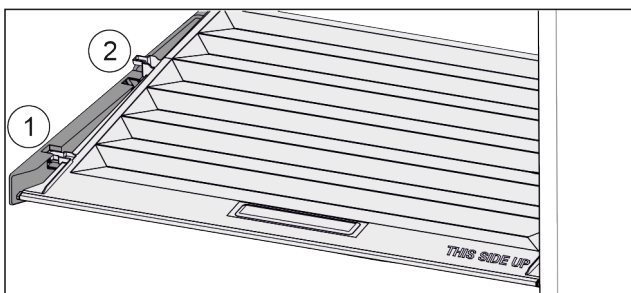

Fig. 103
- ▶ Træk dækslet fremad til åbning i holdedelene Fig. 103 (1).
- ▶ Løft nedefra og bevæg det opad og ud Fig. 103 (2).